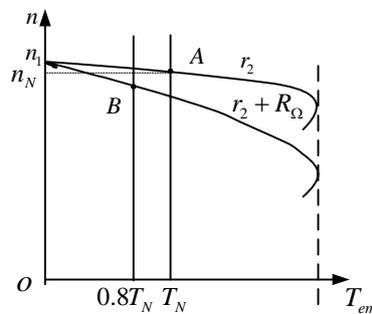

图 7.45 练习题 7.3 图
(1) 若采用转子串电阻调速，相应的机械特性如图 7.45 所示。
很显然，根据题意，本题旨在求解图 7.45 中通过 B 点时的机械特性所对应的转子电阻。由于机械特性改变，相应的临界转差率自然发生改变，其数值可根据